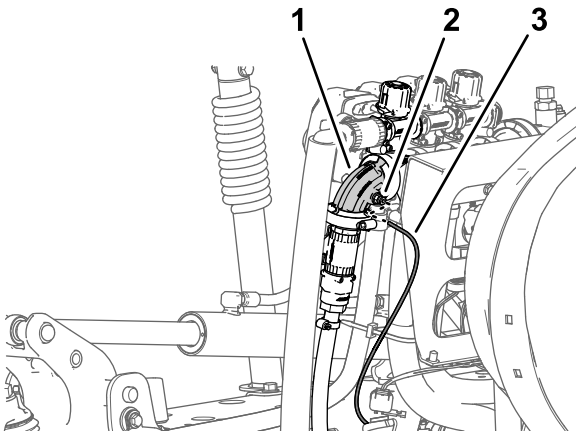

图30
1. 压入右喷洒段阀 90 度弯头中的管子连接器锁环 图30。
2. 从管子连接器中拉出仪表板仪表压力传感管 图30。